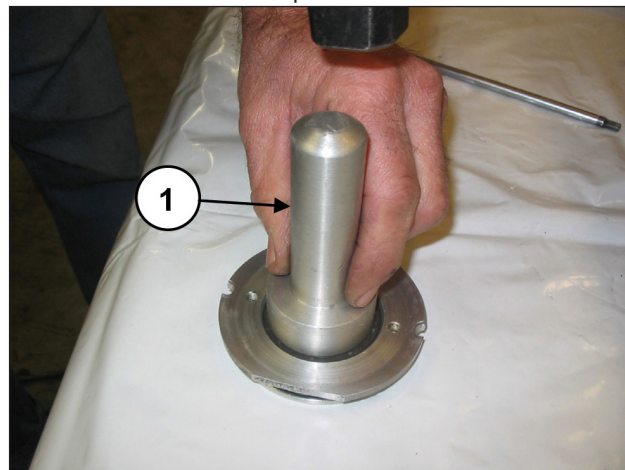

Fig. 169
Montare il paraolio nel coperchio paraolio (pos. ①, Fig. 169) mediante l'utilizzo di un tampone cod. 27910900.